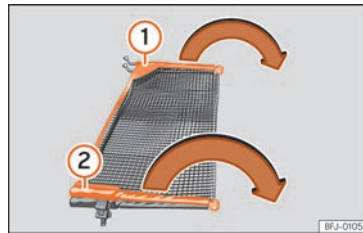

Abb. 151 Netztrennwand ausklappen.
Querstangen »» **Abb. 151** ① und ② der Netztrennwand in Pfeilrichtung auseinander klappen, bis ein „Klick“ zu hören ist.